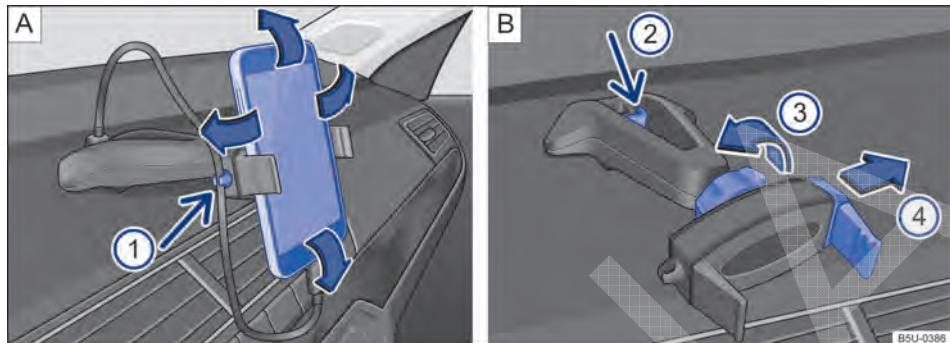

Fig. 175 No console central: suporte para smartphone e ajustes.
- Segurar o suporte com uma mão e pressionar o botão de destravamento → Fig. 175 [B] (2) (seta).
- Com a haste → Fig. 175 [B] (4) deslocar no sentido da seta, e instalar o smartphone no alojamento.
- Com a outra mão deslocar a haste → Fig. 175 [B] (4) até que seja possível remover o aparelho do alojamento.
- Colocar o cabo USB na entrada carregador USB do suporte existente no painel de instrumentos → Fig. 175 [A].
- Prender o cabo no suporte → Fig. 175 [A] (1).
- Para liberar o movimento do suporte, girar a trava → Fig. 175 [B] (3) no sentido contrário da seta.
- Para fixar a posição, girar a trava no sentido da seta (3) → Fig. 175 [B] até a fixação total do suporte.
O suporte para smartphone tem garantia de 3 anos, com exceção da haste deslizante (garra) → Fig. 175  4 que tem garantia de 1 ano.